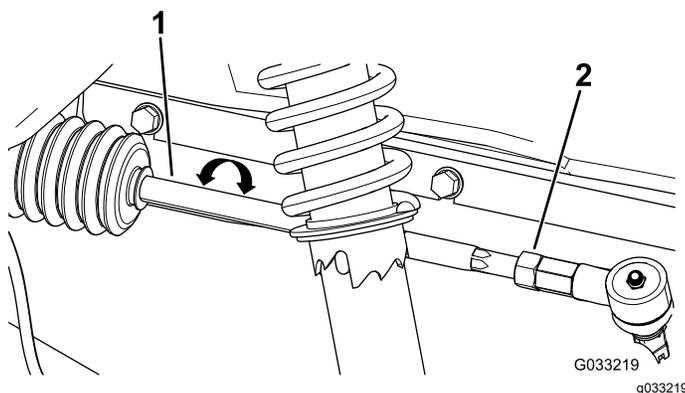

Рисунок 48
4. Если измеренное значение выходит за пределы 0–6 мм, ослабьте контргайки с обоих концов тяг (Рисунок 48).